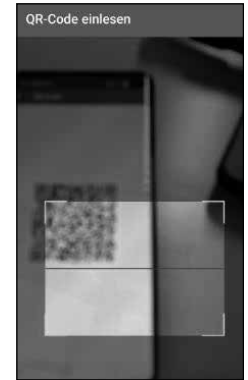

Abb. 62
- 2 Ggf. werden Sie aufgefordert, den Zugriff der App auf die Kamera zu bestätigen. Danach öffnet sich das Aufnahme-Fenster der Kamera (Abb. 62). Scannen Sie den QR-Code auf dem Screen von Smartphone B.